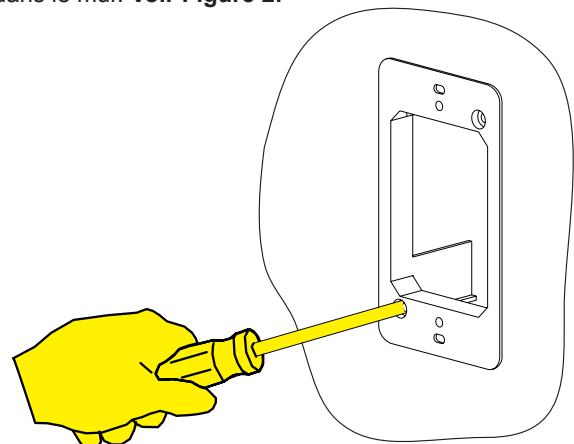

Figure 2
3. Insérer la boîte murale dans l'ouverture, utiliser un tournevis Phillips pour serrer les pattes de fixation et fixer la boîte dans le mur. **Voir Figure 2.**